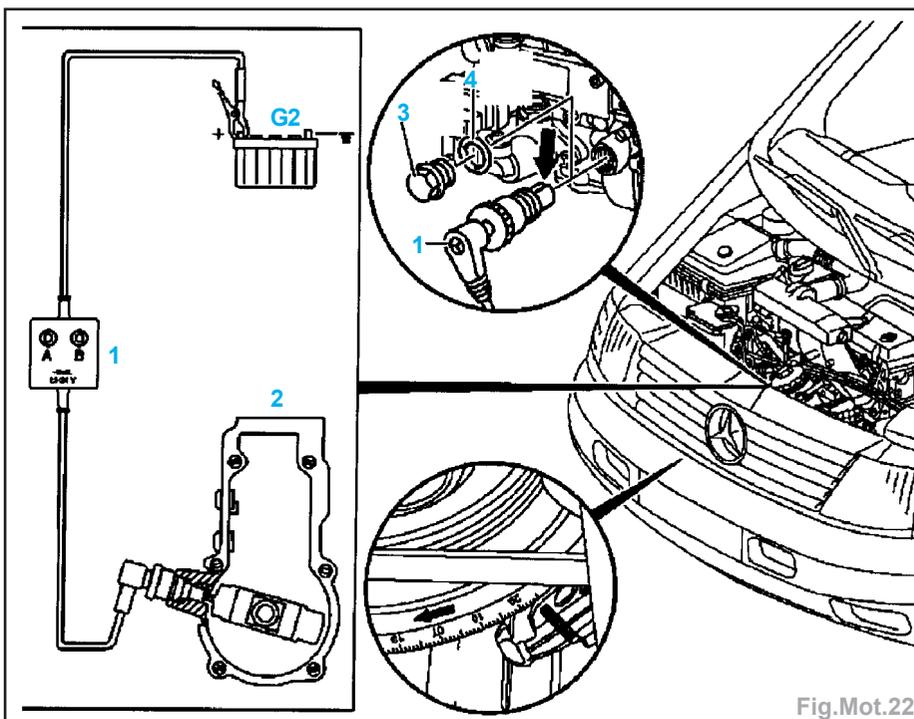

Fig.Mot.22
- Dévisser la vis de fermeture (3) dans la boîte de régulation de la pompe d'injection (2) (Fig.Mot.22).